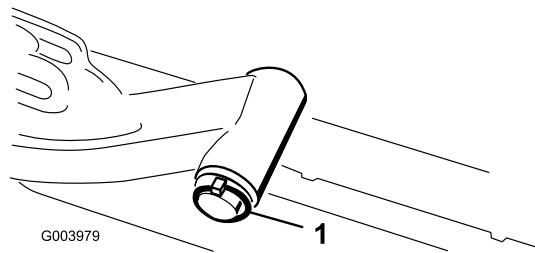

Figura 12
- A. Retire el pasador de seguridad y la arandela que fijan el eje pivotante del brazo de elevación al brazo de elevación, y deslice el eje pivotante fuera del brazo de elevación (Figura 12).
C. Introduzca el eje del brazo de elevación en el brazo de elevación y fíjelo con la arandela y el pasador de seguridad (Figura 12).